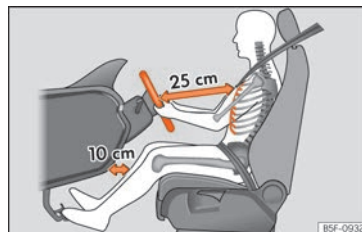

Fig. 85 Distancia correcta entre el conductor y el volante.
- Ajuste el volante de modo que quede una distancia mínima de 25 cm entre el volante y el tórax » **fig. 85.**
- Coloque el asiento del conductor de forma que quede una distancia mínima de 25 cm entre el tórax y el centro del volante » **fig. 85.** Si la distancia es inferior a los 25 cm, el sistema de airbags puede no protegerle correctamente.